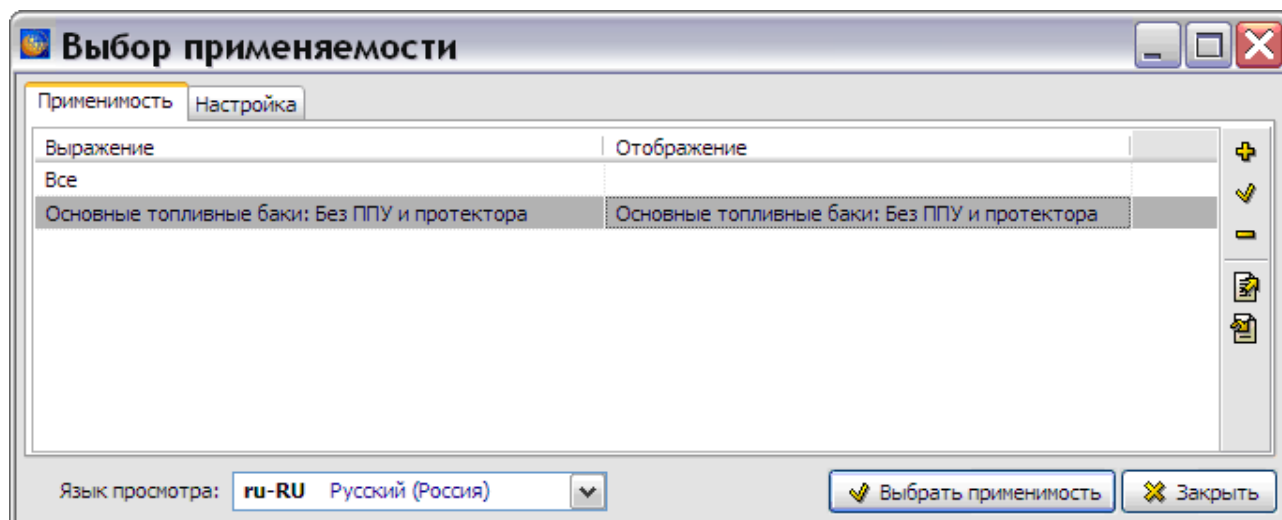

Рис. 22.69
6. В окне **Добавление применяемости** нажмите на кнопку **Применить**. При этом произойдет переход в окно **Выбор применяемости** (Рис. 22.69).